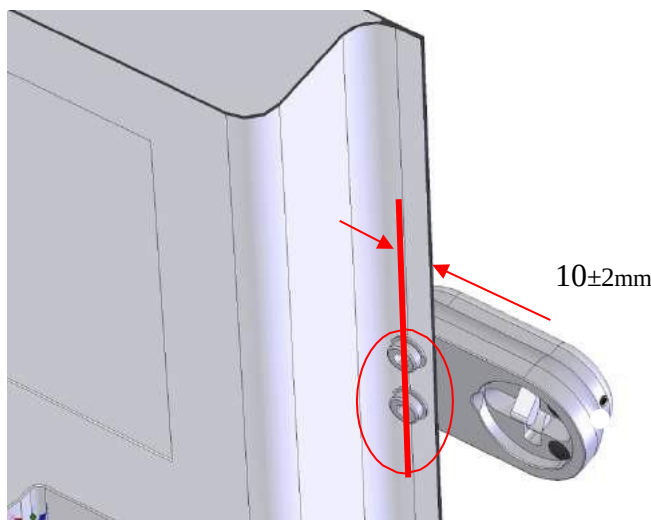

Fig.5
- La position des deux premiers trous de 9 mm se situe à environ  $10 \pm 2$  mm du bord vertical de la porte ouvrante (voir fig. 5). Il s'agit d'une zone très résistante de la porte. La tolérance indiquée est nécessaire pour permettre aux têtes cylindriques des boulons M8 d'être positionnées à l'intérieur du bord et jamais au-delà.
Le blindage est normalement fixé en perçant des trous au bord extrême de la porte pour les deux boulons M8 à tête bombée. Avant de percer, vérifiez que la tête du boulon M8 se trouve à l'intérieur du bord (voir fig. 5).